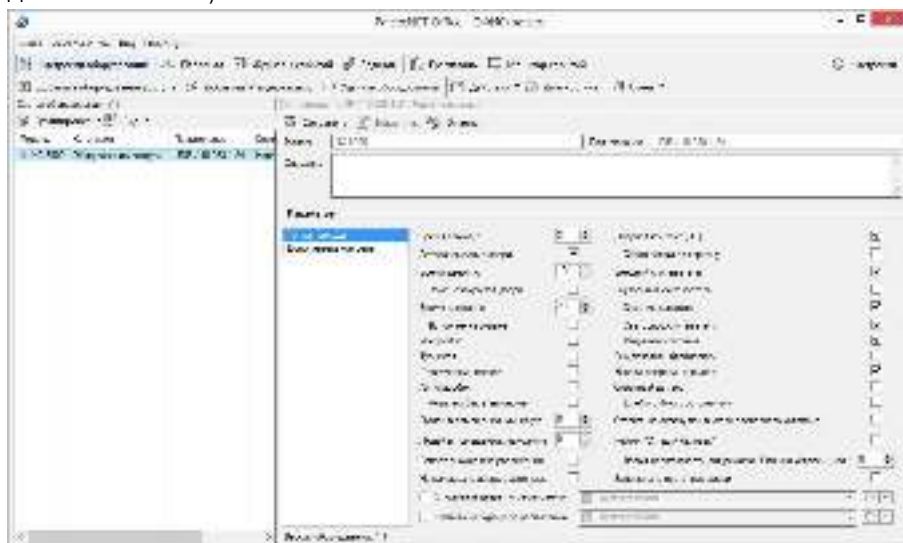

Рисунок 32. Настройка контроллера в ParsecNET Office
2. подключение по Ethernet. Контроллер отображается на канале UDP (рисунок 32).